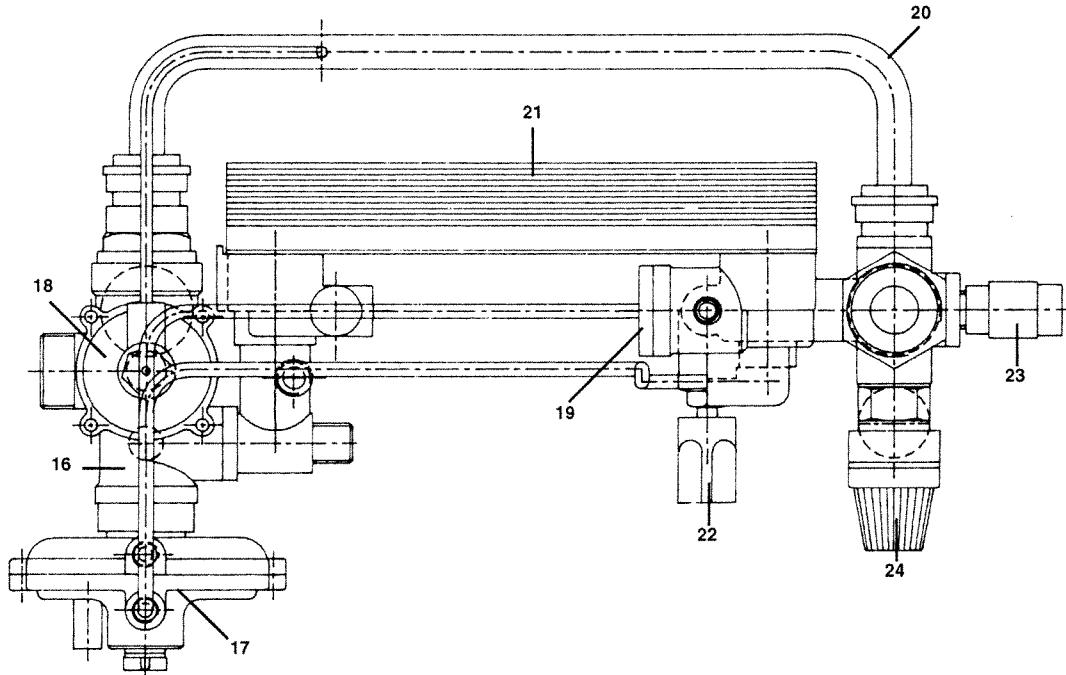

Figura 11
- svuotare l'impianto, se possibile limitatamente alla caldaia, mediante l'apposito rubinetto di scarico (23 figura 11 a pagina 21);
- togliere i due tubetti di collegamento (figura 11 a pagina 21) tra il gruppo precedenza sanitario (17) ed il sensore di flusso (19);
- vaciar la instalación, posiblemente sólo la caldera, por medio del especial grifo de desagüe (23 figura 11 en página 21);
- Quitar los dos tubos de conexión (figura 11 - página 21) entre el grupo de precedencia sanitario (17) y el sensor de flujo (19).
- Desenroscar la tuerca del grupo sensor de flujo (19).